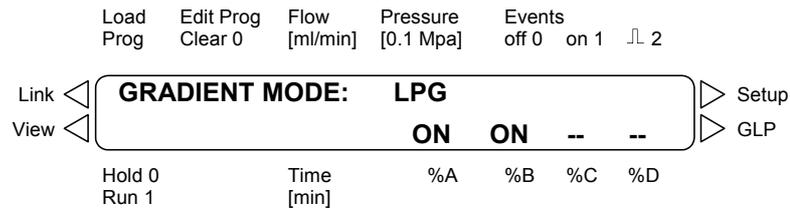

Abb. 13 Beispiel für die Einstellung eines Gradienten-Modus mit zwei Lösungsmittelkanälen
Abb. 13 auf Seite 57 zeigt ein detailliertes Beispiel für eine Gradienten-Modus Auswahl.
7. Drücken Sie dreimal  $\rightarrow$ , um den Cursor auf die Raute zu bringen. Der Bildschirm sollte nun ähnlich Abb. 13 sein.